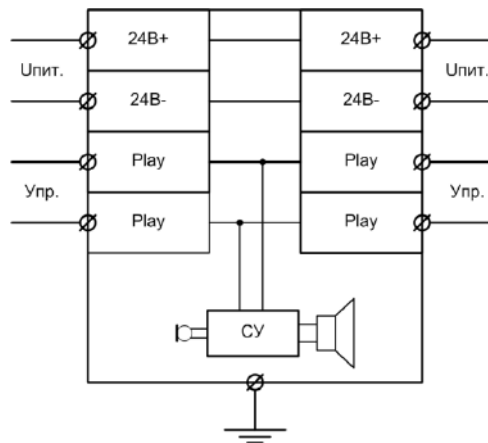

Рис.1 Схема подключения
8.2.5 Схемы подключений приведены на рис.1. При трехпроводной схеме подключения используется внутренний зажим заземления. Провода кабеля необходимо разделить на длину 5...7 мм, диаметр каждого провода не должен превышать 2,5 мм. Разделанные провода подключить к соответствующим клеммам WAGO отжав контакты с помощью специального инструмента или отвёртки.